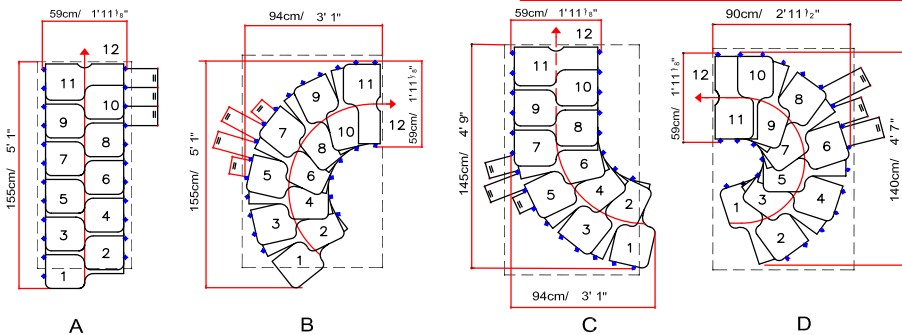

**FIG. 4**
6. Levantar y colocar la estructura con el soporte N19 en contacto con el forjado (fig. 4). En el caso que el hueco sea estrecho aconsejamos girar algún soporte.